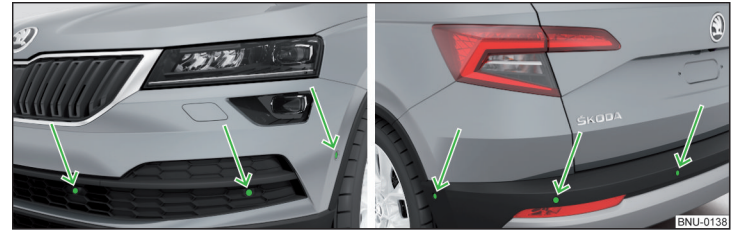

Fig. 252 **Locul de amplasare al senzorilor de pe partea stângă a autovehiculului: față/spate**
- Mențineți senzorii sistemului » **fig. 252 la pagina 223** curați, fără zăpadă sau gheață și nu îi acoperiți cu niciun fel de obiecte, pentru a nu limita funcționarea sistemului.
Sistemul calculează cu ajutorul undelor de ultrasunete distanța dintre bara de protecție și un obstacol. Senzorii cu ultrasunete se găsesc în bara de protecție spate, respectiv și în bara de protecție față, în funcție de dotarea autovehiculului » **fig. 252.**